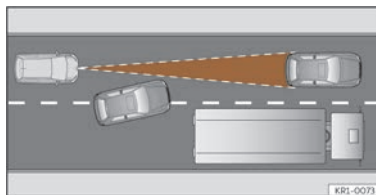

Abb. 144 Fahrspurwechsel eines anderen Fahrzeugs.
- Fahrzeuge, die in geringem Abstand auf die eigene Fahrspur wechseln >>> (Abb. 144).